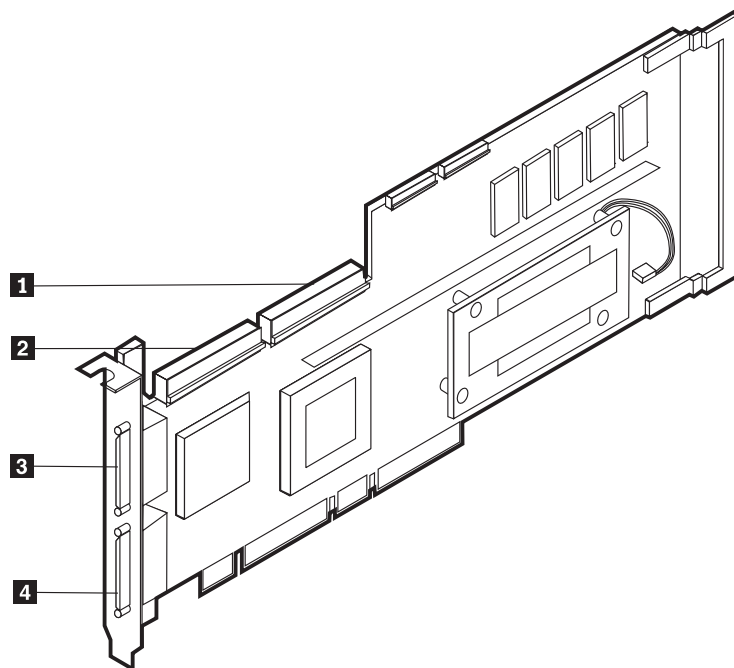

図 96. ServeRAID-4Mx コントローラー
1. 68 ピン超高密度コネクタ・インターフェース (VHDCI) SCSI ケーブルの一方の端を、1 次または 2 次 ServeRAID コントローラー上の外部チャンネル・コネクタ (IBM Netfinity 3 パック Ultra320 ホット・スワップ拡張キットが未インストールの場合はチャンネル 2、IBM Netfinity 3 パック Ultra320 ホット・スワップ拡張キットがインストール済みの場合は、2 次 ServeRAID-4Mx 上のチャンネル 1 または 2) に接続します。(チャンネル・コネクタの位置については、119 ページの図 96 を参照。)